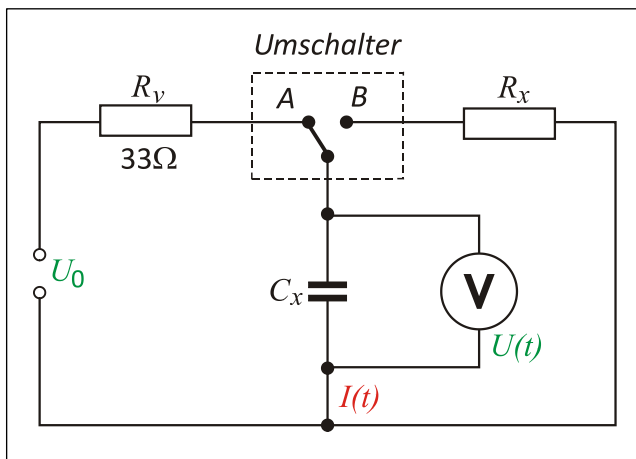

Bild 1: Schaltung zur Ladung und Entladung eines Kondensators
Mit der in **Bild 1** dargestellten Schaltung lässt sich ein **Kondensator** auf- und entladen. Es gilt beim Ladevorgang (Schalter auf **A**) zu jeder Zeit t die Kirchhoffsche Regel (Maschensatz):
- Bauen Sie die Schaltung entsprechend **Bild 1** auf.